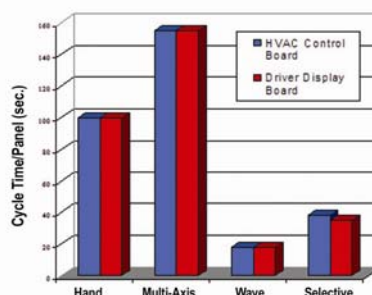

Abb. 14: Kurze Taktzeiten
- Kürzere Taktzeiten als beim Hand- oder Mehrachsenlöten (Abb. 14)